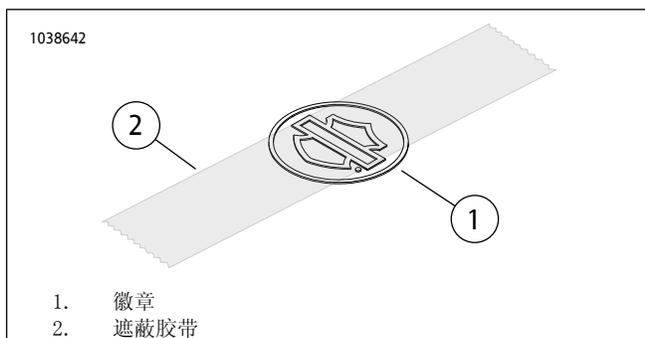

图2。在徽章上粘贴胶带
2. 图2 将一段3英寸的遮蔽胶带(2)居中粘贴至徽章(1)的 Bar & Shield 上方。
4. 图2 将徽章安装到支架上。